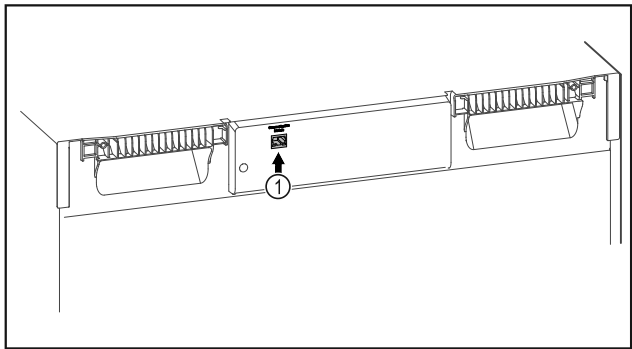

Fig. 140
- ☐ SmartModule Fig. 140 (1) 已使用。